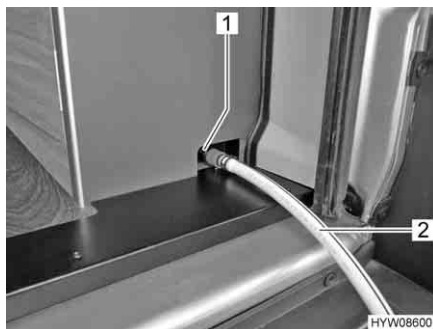

Fig. 61 Giunto rapido
- Infilare il tubo flessibile dell'acqua potabile (Fig. 61,2) sul giunto rapido (Fig. 61,1) sull'estremità del piano di lavoro (sul lato destro del veicolo).
- Infilare il tubo flessibile di scarico (Fig. 61,2) sul giunto rapido (Fig. 61,1) sull'estremità del piano di lavoro (sul lato destro del veicolo).